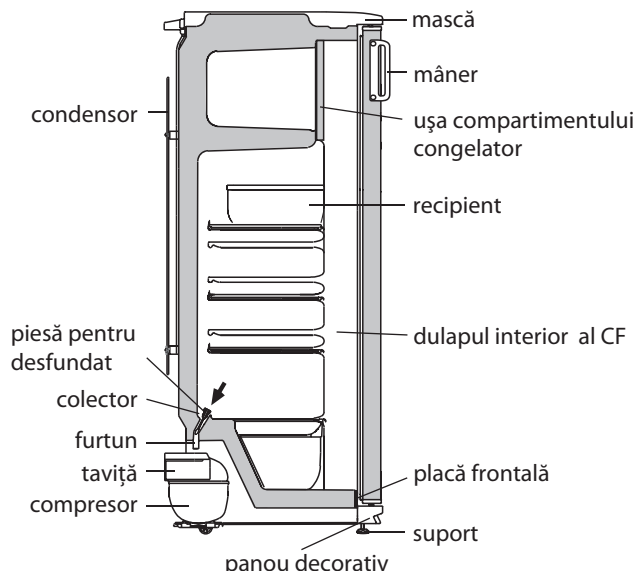

Figura 4 — Schema scurgerii apei rezultate în urma topirii din CF
2.2.1 În CF se folosește un sistem automat de dezghețare. Bruma, care apare pe pereții din spate al CF, după deconectarea compresorului care lucrează în ciclu, se topește și se transformă în picături de apă. Picăturile de apă rezultată în urma topirii se scurg în colector, apoi prin gaura acestuia și prin furtun - în taviță de pe compresor, în conformitate cu figura 4 și se evaporă. Gaura colectorului este dotată cu o piesă pentru prevenirea înfundării sistemului de drenaj.
gaura colectorului, astfel ca apa să se scurgă liber în taviță, apoi spălați piesa și instalați-o în conformitate cu figura 4.
SE INTERZICE să utilizați frigiderul cu sistemul de scurgere înfundat. Apa care a apărut pe fundul CF sau care a ajuns în locul de alăturare a plăcii frontale și a dulapului interior al CF, în conformitate cu figura 4, poate provoca coroziunea dulapului exterior al frigiderului și elementelor agregatului frigorific, defectarea izolației termice, formarea crăpăturilor dulapului interior și defectarea frigiderului.
— să lăsați ușa frigiderului și ușa compartimentului congelator deschise. Pe raftul CF sub compartimentul congelator puneți un vas recipient pentru colectarea apei rezultate în urma topirii (de exemplu, sertarul pentru legume și fructe), în conformitate cu figura 4;